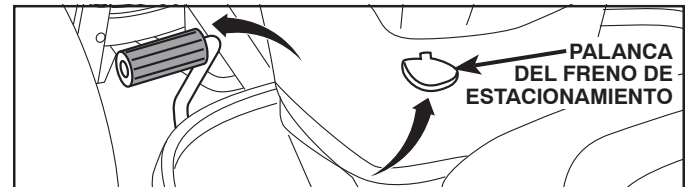

Fig. 20
1. ACCIONE LA PALANCA DEL FRENO DE ESTACIONAMIENTO Y LA PALANCA DE LEVANTAMIENTO DEL ACCESORIO INFERIOR (Vea Fig. 20 et 21)